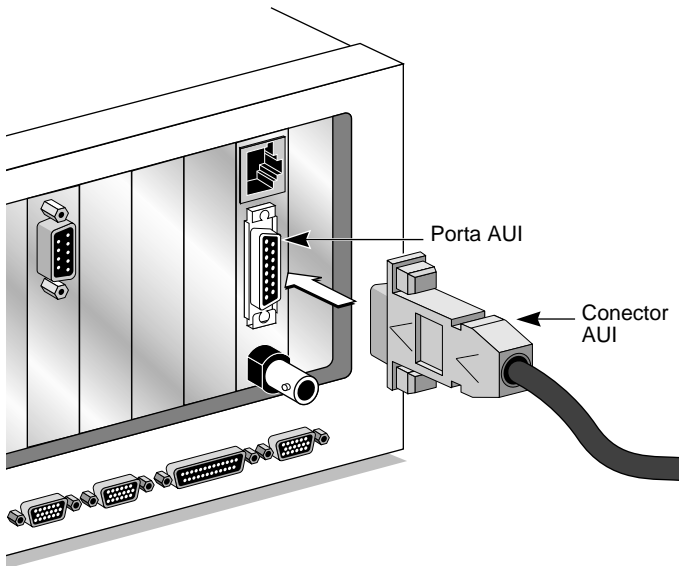

Figura 2-4 Conexão da NIC 3C509B-COMBO Usando a Porta AUI
- 2 Encaixe o cabo na porta AUI na NIC, como mostrado na Figura 2-4.**